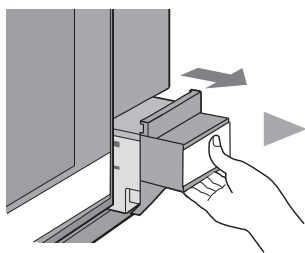

Figura 1
1. Jale el depósito de agua hacia usted para retirarlo. (Figura 1)